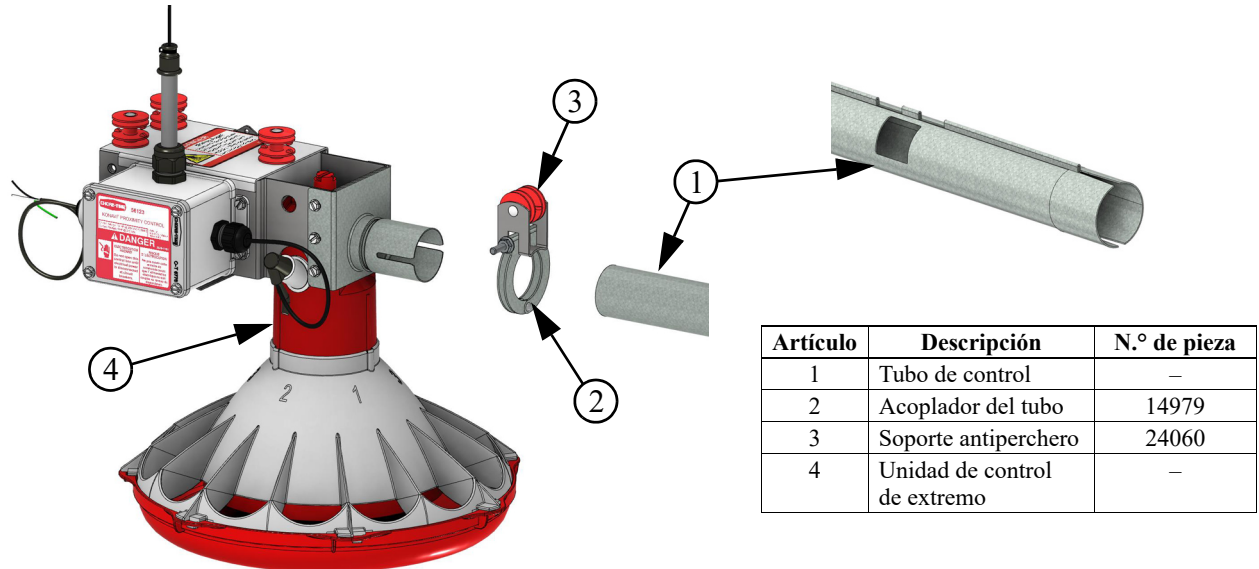

Figura 23. Conexión de la Unidad de control de extremo al Tubo de línea de alimento
1. Instalar la Unidad de control de extremo en el Tubo de control de la línea de comederos usando una abrazadera con soporte antiperchero. Ver la **Figura 23**. **NO INSTALAR LA UNIDAD DE POTENCIA EN ESTE MOMENTO.**